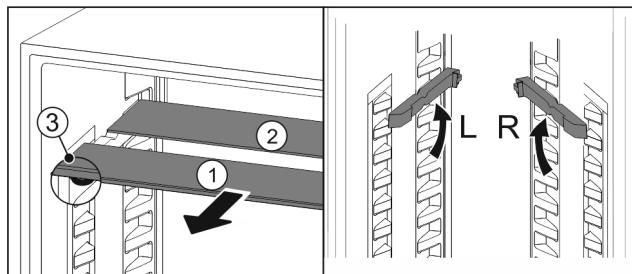

Fig. 57
- ▶ Издърпайте Fig. 57 (1) поотделно стъклените площи напред.
- ▷ Стъклената плоча Fig. 57 (1) с декоративната лайстна е отпред.
- ▷ Ограничителите Fig. 57 (3) сочат надолу.